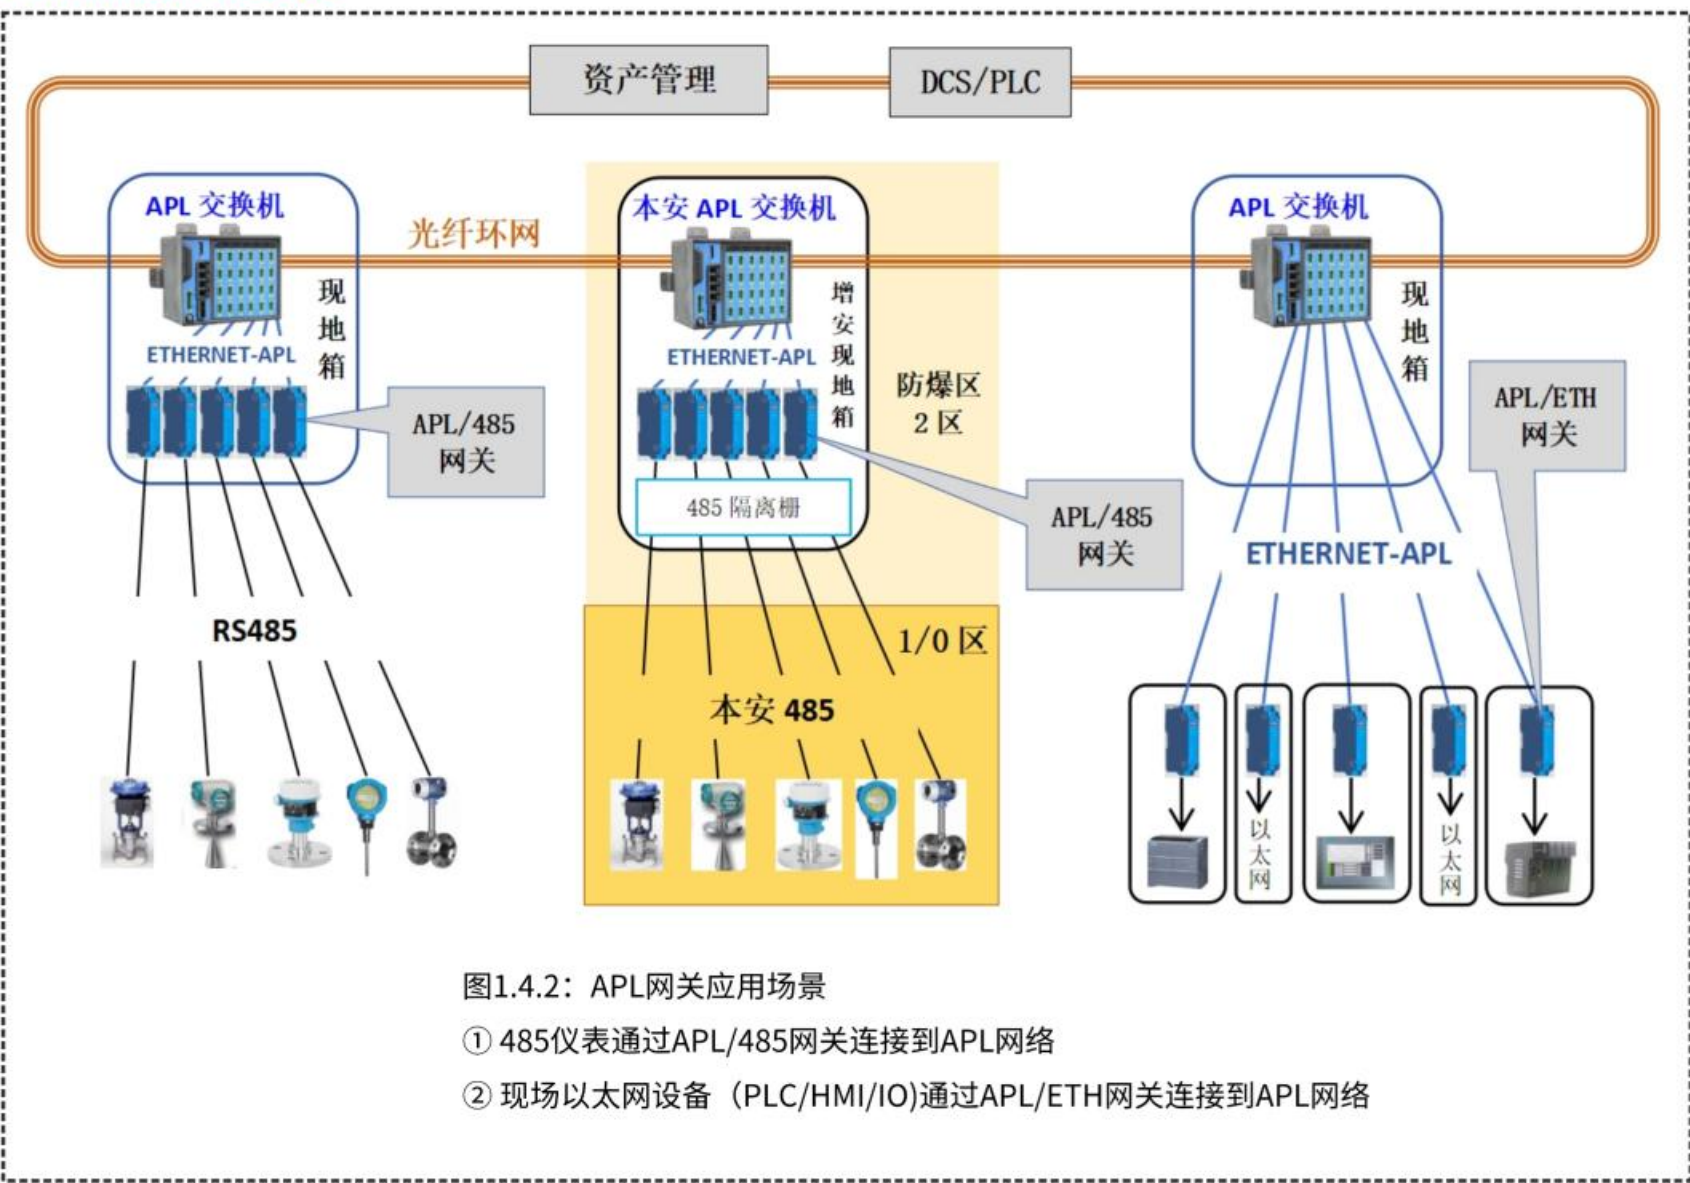

图1.4.2：APL网关应用场景
见图1.4.2：APL网关应用场景① 485仪表通过APL/485网关连接到APL网络
见图1.4.2：APL网关应用场景② 现场以太网设备（PLC/HMI/IO）通过APL/ETH网关连接到APL网络